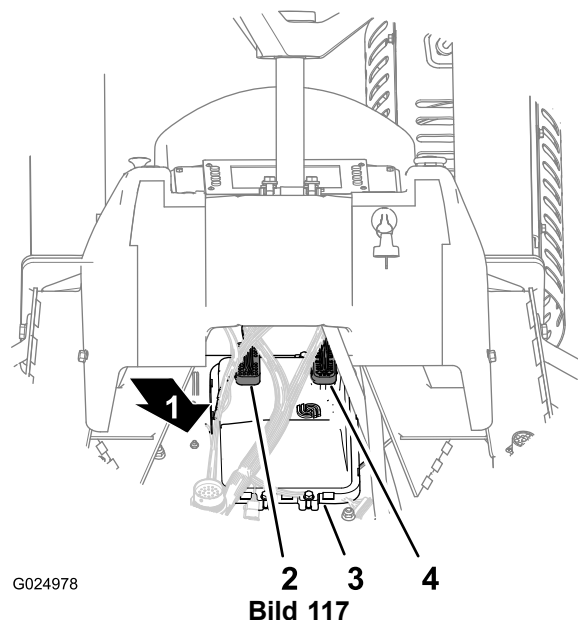

Bild 117
- Ziehen Sie den 50-Buchsen-Stecker (CPU 1) von der Rückseite des Computermoduls ab (Bild 117).
- Ziehen Sie den 38-Buchsen-Stecker (CPU-2) von der Rückseite des Computermoduls ab (Bild 117).
- Schließen Sie den 38-Buchsen-Stecker (CPU-2) an der Rückseite des Computermoduls an (Bild 117).
- Schließen Sie den 50-Buchsen-Stecker (CPU 1) an der Rückseite des Computermoduls an (Bild 117).